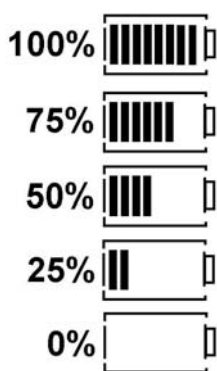

Fig. 6: Laadtoestand batterijen
De actuele laadtoestand van de batterijen wordt permanent op het LCD-display weergegeven (fig. 5, pos. 5). Het aantal balken geeft de laadtoestand van de batterijen in procent aan (fig. 6).